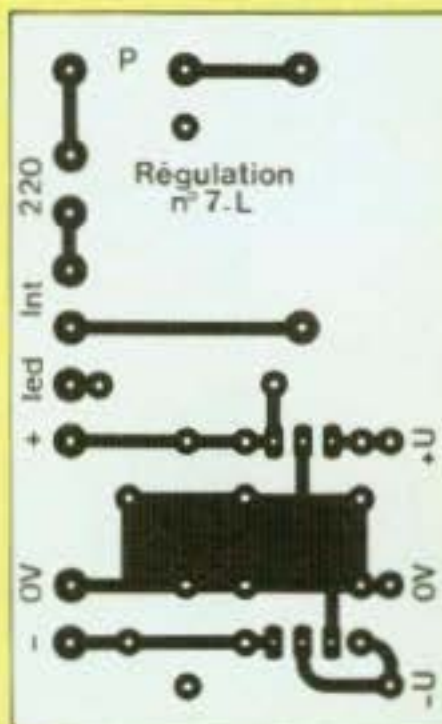

Fig. 16 : Circuit imprimé de la régulation  $\pm 15$  volts.
- la régulation, carte aux dimensions de 38 x 64 mm (figure 16).